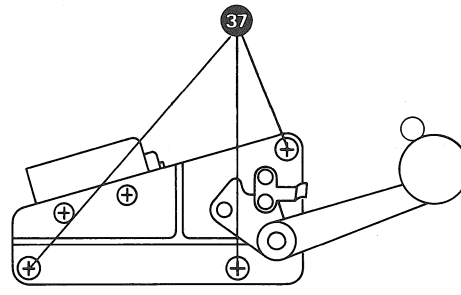

Fig. 3.14.-1
- 3 Schrauben (37) (Fig. 3.14. - 1) lösen.
- Remove 3 screws (37) (fig. 3.14. - 1)
- Dévisser les 3 vis (37) (Fig. 3.14. - 1).